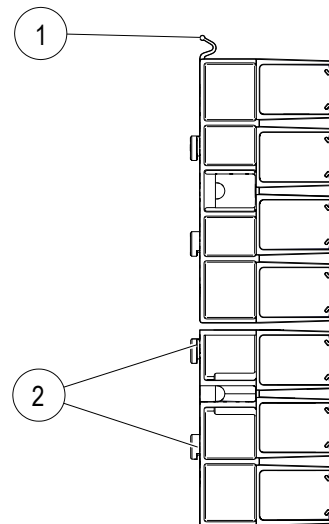
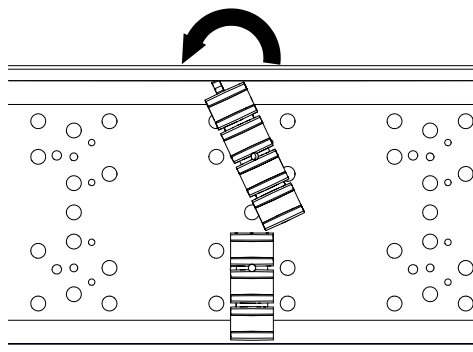

Abb. 21: Arretierungsklip (1) und Aufnahmezapfen (2)
Abb. 23: 4-poligen Schienenhalte in das ProShell-Tragprofilssystem 206 einhängen
1. Zuerst die Arretierungszapfen (2) des 3-poligen Schienenhalters in den unteren Teil des ProShell-Tragprofils einhängen. Danach den 4-poligen Schienenhalter mithilfe seines Arretierungsklips (1) in den oberen Tragprofilsystem-Teil montieren (siehe Abb. 21 bis Abb. 23).